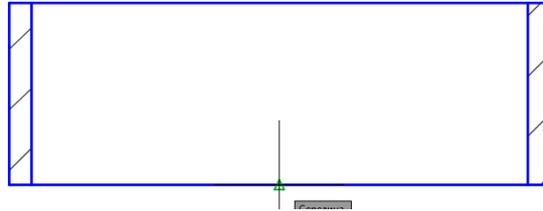

Рис. 99. Чертеж верхней части оросителя
– на свободном месте чертежа создать прямоугольник со сторонами 400, 135 (рис. 99). Затем объект разрушить с помощью команды **Расчленить**. Задать толщину стенок 16 мм. Создать штриховку стенок (*ANSI31*, Угол 0° , Масштаб 8).